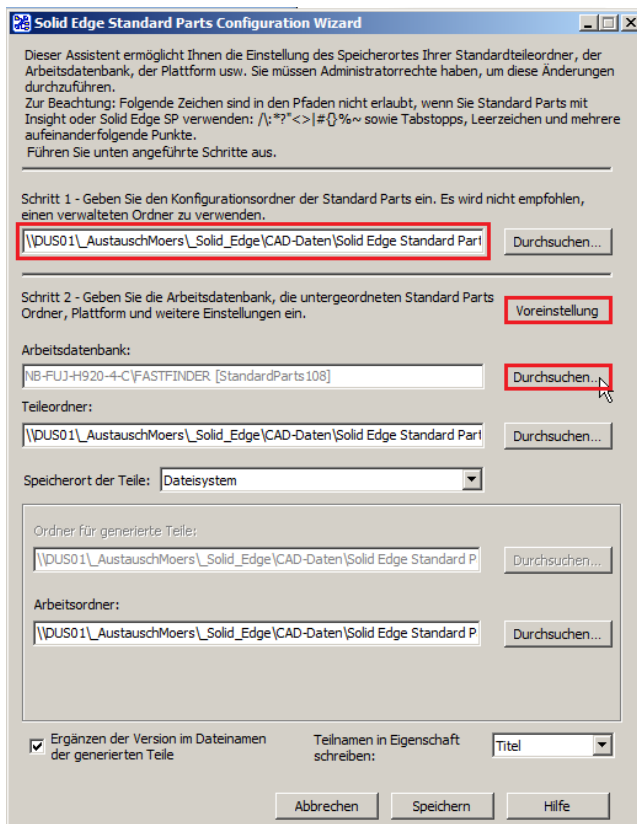

Abbildung 17
- 4.3. Anschließend klicken Sie neben dem Feld Arbeitsdatenbank auf „Durchsuchen“. Der Datenbankmanager öffnet sich (Abb. 17). Wählen Sie „Externe Datenbank im Netzwerk“.